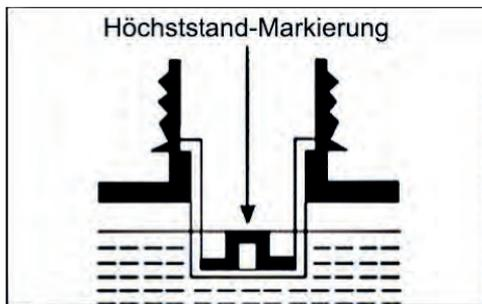

Fig 3B
- Den Tank nicht überfüllen. (Der Kraftstoff darf nicht die obere Höchststand-Markierung überschreiten. Fig. 3B).